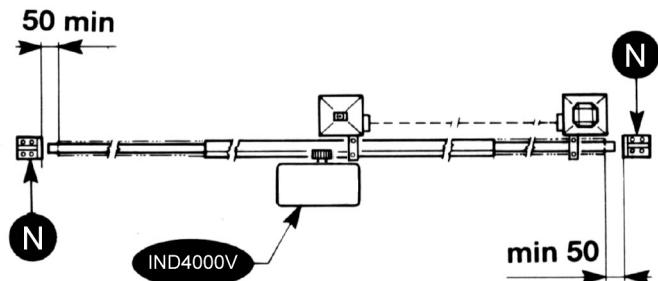
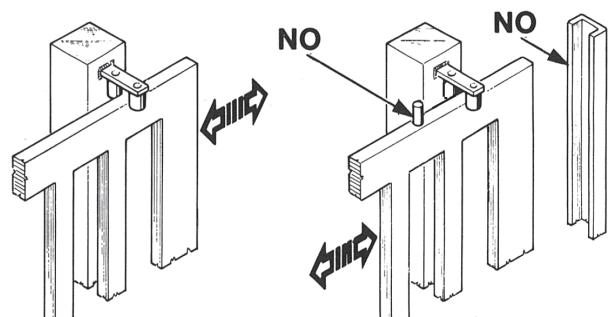

FIG. 2
FIG. 3
Outre les fins de course présents sur l'opérateur, il est nécessaire d'installer des butées mécaniques fixes à l'extrémité de chaque course de sorte à arrêter le portail en cas de dysfonctionnement des fins de course électriques. Pour cela, les butées mécaniques doivent être dimensionnées de sorte à supporter la poussée statique du moteur ajoutée à l'énergie cinétique du portail (N) (Fig.2). Les poteaux du portail doivent avoir des glissières anti-dérapage sur la partie supérieure (Fig. 3), afin d'éviter tout décrochage accidentel.
N.B.: Éliminer les arrêts mécaniques du type indiqué, décrit dans la figure 3.